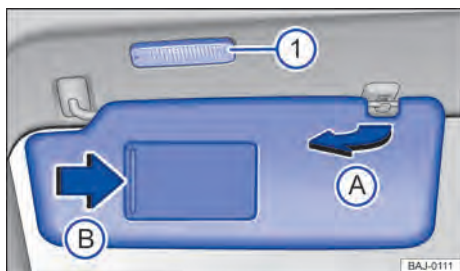

Fig. 93 No revestimento do teto dianteiro: para-sol.
- Retirar do suporte e virar na direção das portas → Fig. 93 A.
No para-sol rebatido para baixo encontra-se um espelho de cortesia atrás de uma cobertura. Ao abrir a cobertura → Fig. 93 B, uma lanterna → Fig. 93 1 se acende.